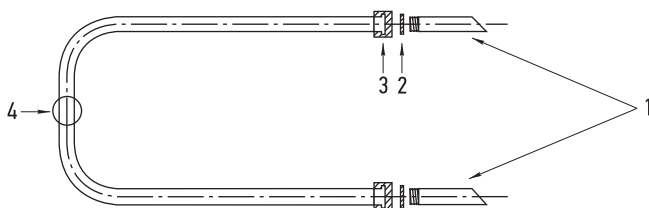

Рис. 5
4.1. Полотенцесушитель «П-образный+», «Гусли+», «Лира+», комплектуются согласно схеме подключения (рис. 5, 6, 7):
6.4. Монтаж полотенцесушителя производить согласно схеме (см. рис. 5, 6, 7, 8).